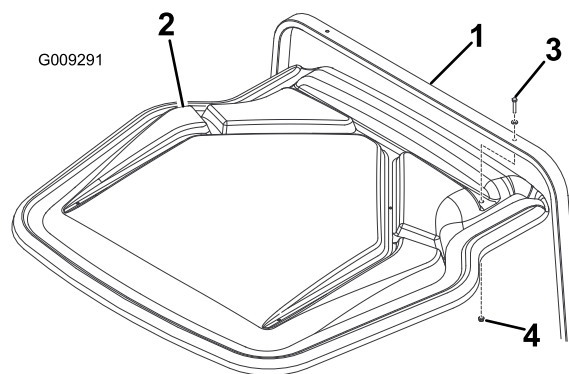

Bild 7
- A. Wenn die Maschine keinen Überrollschutz hat, befestigen Sie das Sonnendach mit zwei Schrauben (5/16" x 2"), zwei Scheiben (5/16") und zwei Bundmuttern (5/16") am hinteren Stützrohr, wie in (Bild 7) abgebildet.